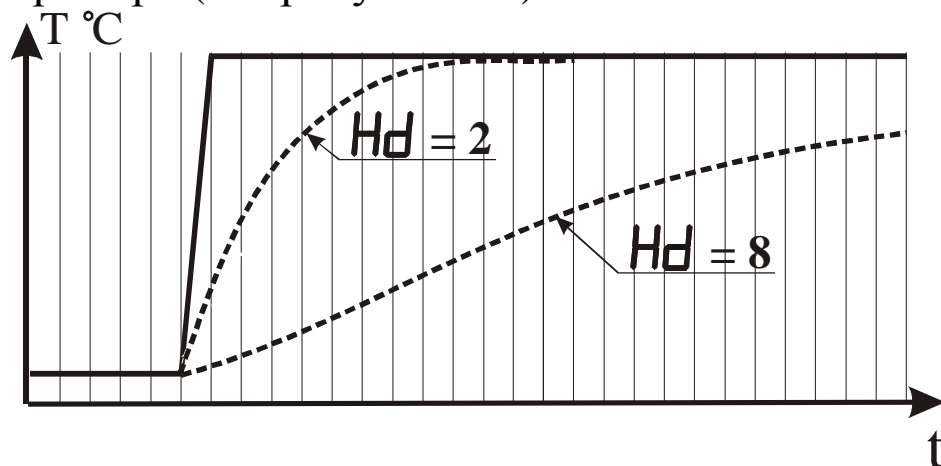

Рисунок 3.9 - Влияние параметра “Время усреднения” на показания прибора при различных значениях параметра Hd
3.3.3.8 Параметр “Время усреднения” указывают в количестве периодов опроса входного датчика ($N_{\text{опр.}}$). Этот параметр позволяет добиться более плавного изменения показаний прибора. Для этого производится вычисление среднего арифметического из последних ($N_{\text{опр.}}$) измерений. При значении параметра равном 0 интегратор выключен. Уменьшение значения времени усреднения приводит к более быстрой реакции прибора на скачкообразные изменения измеряемого параметра, но снижает помехозащищенность прибора (см. рисунок 3.9).